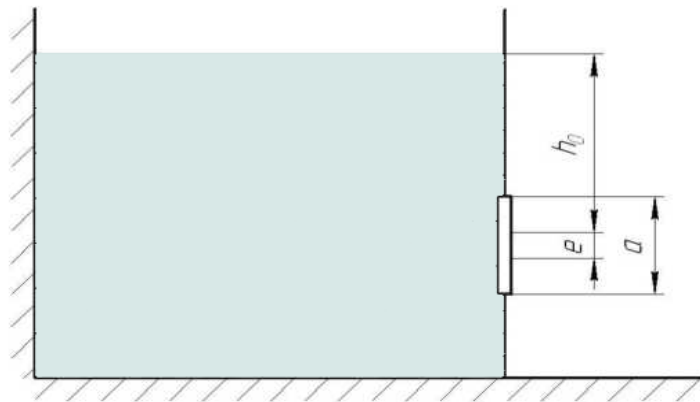

Рисунок 3.
**Задача.** Визначте силу тиску води на квадратний затвор (рис. 3), який встановлений у вертикальній стінці, якщо відома відстань між центром ваги стінки і центом тиску  $e$ . а сторона квадрата -  $a$ . Вихідні дані до задачі наведені у таблиці .
Сила тиску на напівциліндричний затвор (криволінійну поверхню) визначається за формулою (рис. 3)